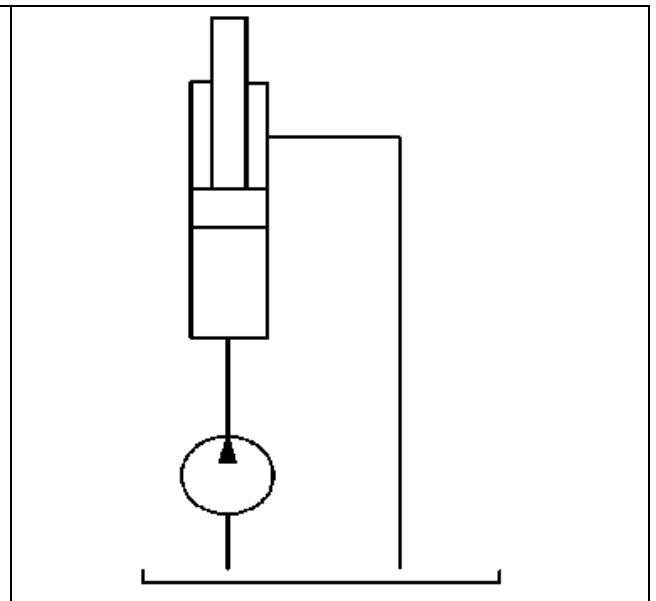

Рисунок 22
23. При работе гидроцилиндра (рис. 22) с диаметром поршня  $D = 350$  мм, давление в поршневой полости равно  $p_n = 10$  МПа, давление в штоковой полости  $p_{шт} = 0,3$  МПа, расход рабочей жидкости  $Q = 0,5$  л/с. Определить полезную и потребляемую мощности гидроцилиндра, если механический КПД  $\eta_m = 0,95$ ; объемный  $\eta_{об} = 1,0$ ; гидравлический  $\eta_r = 1,0$ ; диаметр штока  $d = 100$  мм.